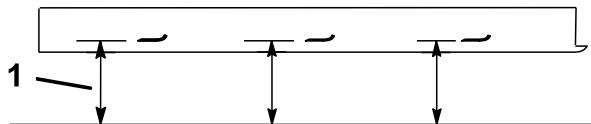

Figure 66
2. Mesurez la distance entre la surface plane et le tranchant (position A) des lames (Figure 66). Notez cette valeur.